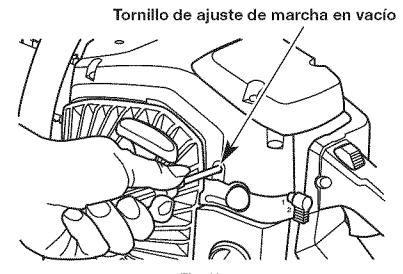

Fig. 10
**SI...** La unidad no funciona bien, utilice un destornillador Phillips o estándar para girar el tornillo de ajuste de marcha lenta (Fig. 10) de 1/4 a 1/2 vuelta en sentido de las agujas del reloj o hasta que la unidad funcione bien en marcha lenta.
**SI...** La cadena de la sierra gira mientras la unidad está funcionando en marcha en vacío, utilice un destornillador de estriás Phillips o estándar para girar el tornillo de ajuste de marcha en vacío (Fig. 10) en sentido contrario a las agujas del reloj hasta que la cadena de la sierra se detenga y la unidad siga funcionando en marcha en vacío.